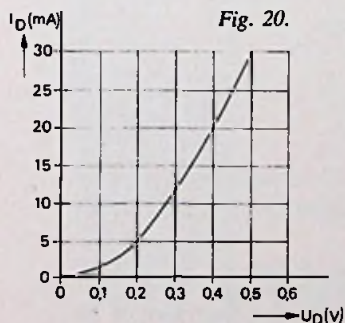
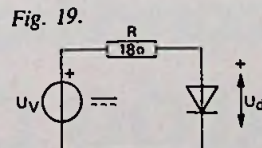

Fig. 20.
Fig. 19.
7. Van de diode in fig. 19 is in fig. 20 de karakteristiek gegeven. Bepaal U_v zó, dat $U_R = U_D$.